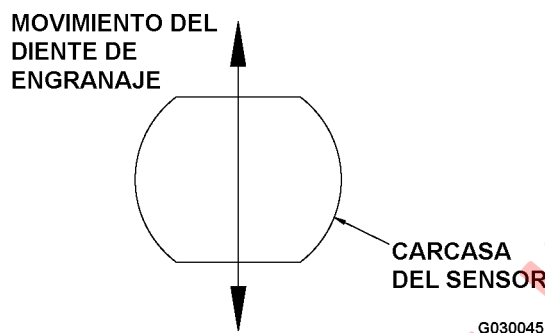

FIGURA 3-9. AJUSTE DEL SENSOR DE VELOCIDAD
- Gire el sensor hasta que la punta haga contacto con el diente del engranaje. Luego, gire el sensor hasta que la parte plana de su carcasa quede perpendicular al movimiento del diente del engranaje (vea la Figura 3-9). La holgura entre la punta del sensor y el diente del engranaje debe ser $2,0 \pm 0,1$ mm ($0,079 \pm 0,004$ in).